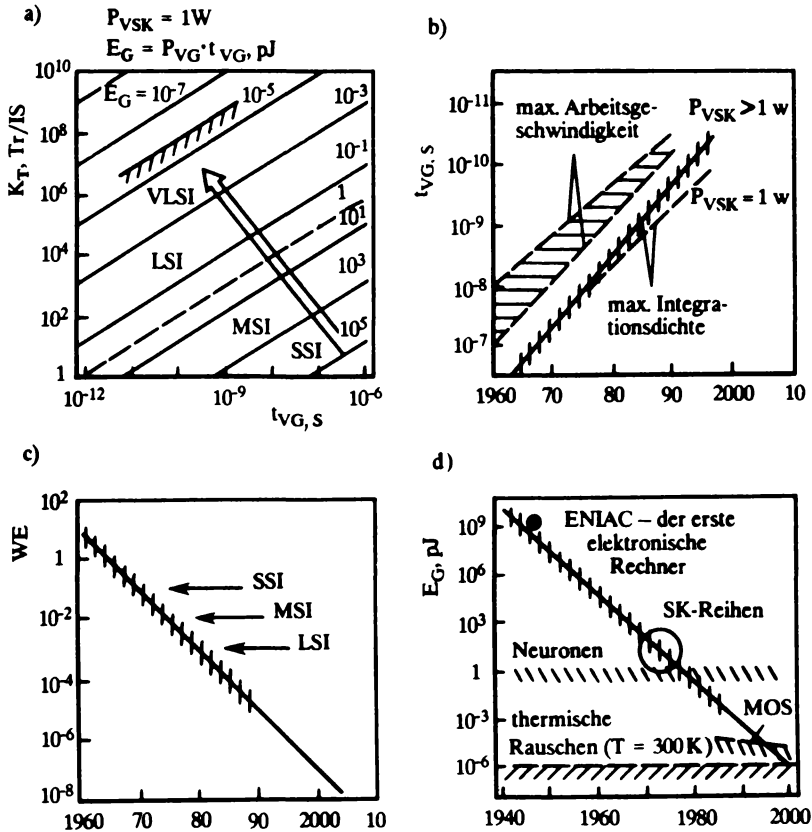

Abb.3. Gehäuse- und schaltungsbedingte Entwicklungstrends
8. Объясните, что показывает рис. 3с.
12. Выделите ключевые слова абзаца 4 и, используя их и рис. 3, расскажите о тенденции развития показателя качества.